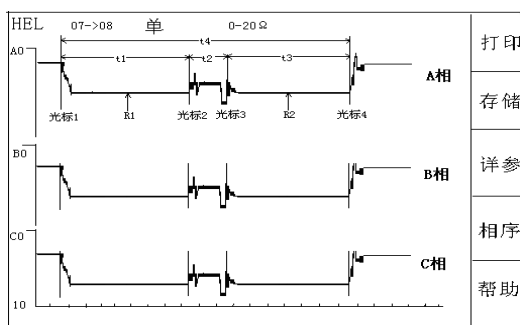

图 17 有载开关过渡波形
1. 有载开关过渡波形如图 17 所示：
要观察各段波形的电阻值, 需将光标 2 移到要观察的波形段 (应选择较为平直处), 如图 17 所示:
T_0 是三相同期, 确定 A、B、C 三相同期性, 只看 A、B、C 三相 T_0 的值就可以。如图 17 所示, 仪器以 A 相光标 1 为参照, A 相 T_0 值始终为 0, 如 B、C 两相中某相时间超前, 则超前相 T_0 值不等于 0, 该时间为三相不同期时间。